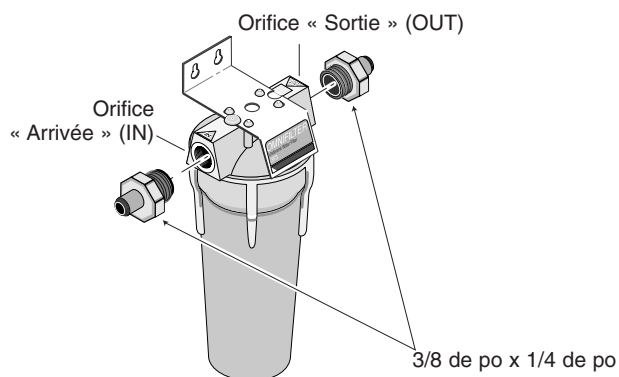

Figure 7
4. Visser les deux raccords à compression filetés dans la cuve du filtre. Se reporter à la Figure 7.